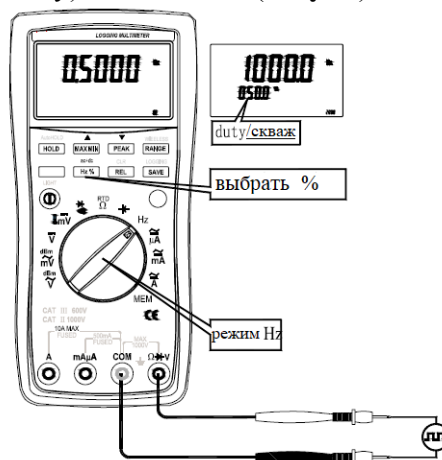

Рис. 22 Измерение частоты / скважности сигнала
- Подключить провода к объекту (точкам измерения частоты – **рис. 22**).